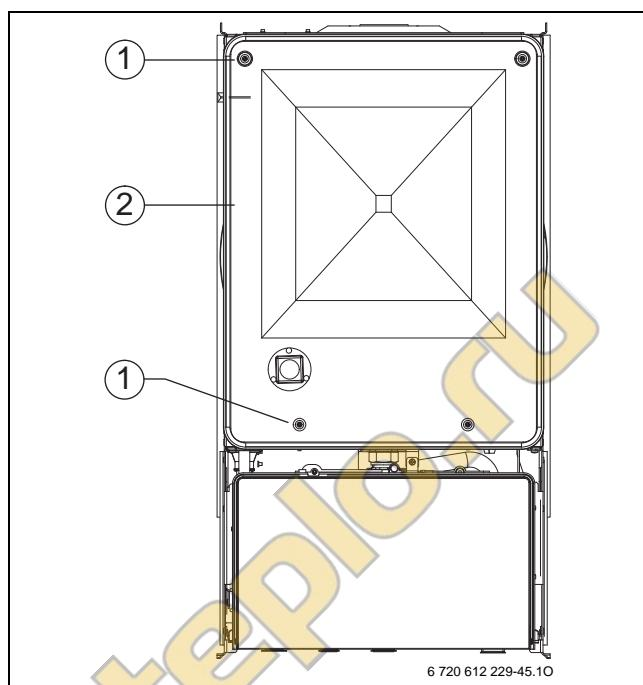

Рис. 72 Открывание воздушной камеры
- Ослабить четыре винта (1) и снять крышку воздушной камеры (2) (→ рис. 72).